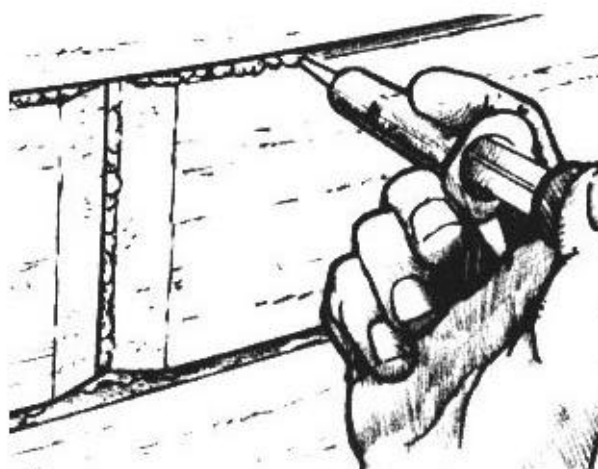

Figura 6-3 Inyecte epoxi dentro de la costura impregnada
3. Introduzca en la costura un cordón de epoxi/ 403 o 406, con una consistencia de mayonesa. Utilice una jeringa para inyectar suficiente epoxi para que una pequeña cantidad rebose cuando se introduzcan las lengüetas (*Figura 6-3*).